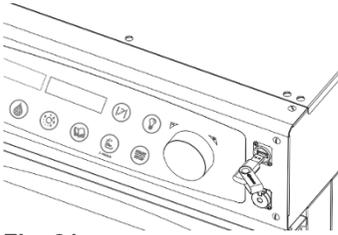

Fig. 21
2. Placer une carte-mémoire USB compatible dans le port USB (fig. 21) de l'appareil.